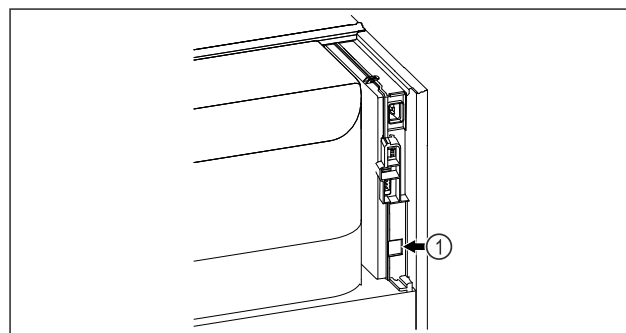

Fig. 92
- SmartModule Fig. 92 (1) è inserito.